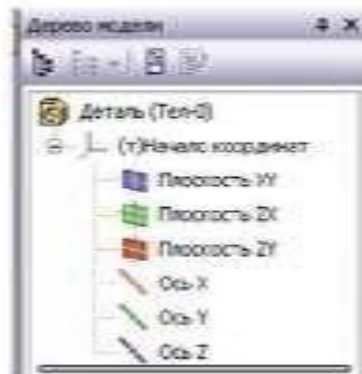

Рисунок 13.2 – Дерево модели
– *Дерево модели* (рисунок 13.2), которое представляет собой схематичное отображение всех операций по созданию модели и позволяет редактировать построения на любом этапе создания модели.